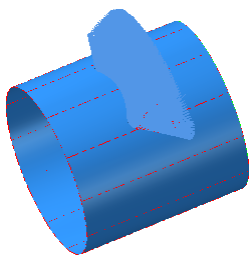

图 7.7.11 刀具路径
Step6. 单击“多轴刀路 - 两曲线间仿形加工”对话框中的  按钮，此时系统将自动生成图 7.7.11 所示的刀具路径。
Step2. 在“路径模拟控制”操控板中单击  按钮，系统将开始对刀具路径进行模拟，结果与图 7.7.11 所示的刀具路径相同，单击“路径模拟”对话框中的  按钮，关闭“路径模拟控制”操控板。